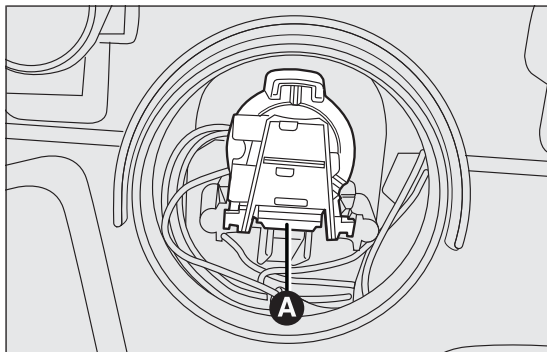

fig. 129
- appuyer sur le dispositif de blocage A fig. 129 et extraire la douille ;